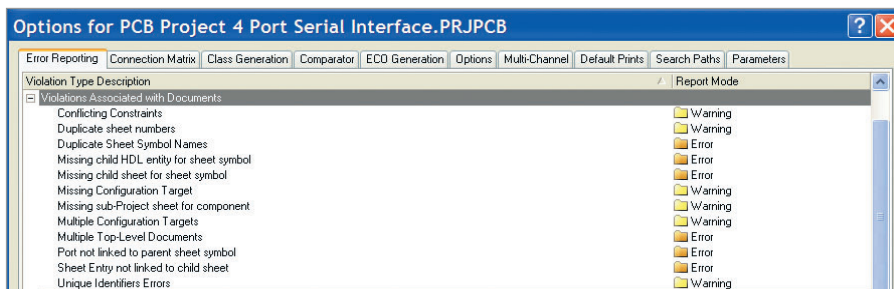

Рис. 11. Предупреждения, связанные с документами
- 4. *Violations Associated with Documents* – предупреждения, связанные с документами (см. рис. 11):